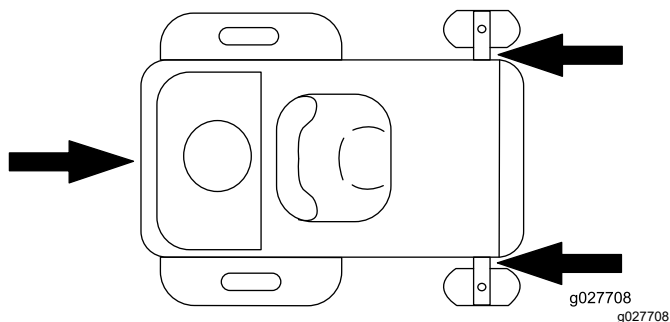

Figura 29
- Sujete la máquina firmemente al remolque o al camión con cadenas, correas, cables o cuerdas. Use únicamente las cuatro ubicaciones designadas de la posición de arranque del cortacésped: dos del lado izquierdo y dos del lado derecho (Figura 29). Use estas ubicaciones incluso cuando transporte el cortacésped con un accesorio acoplado. Si usa ubicaciones no designadas, puede dañar el cortacésped o el accesorio.